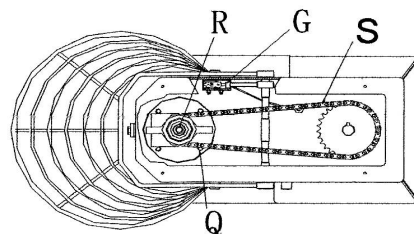

Abb. 4
- G Mikro-Schalter (Selbstabschaltung, wenn das Sicherheitsgitter geöffnet wird) Abb. 4